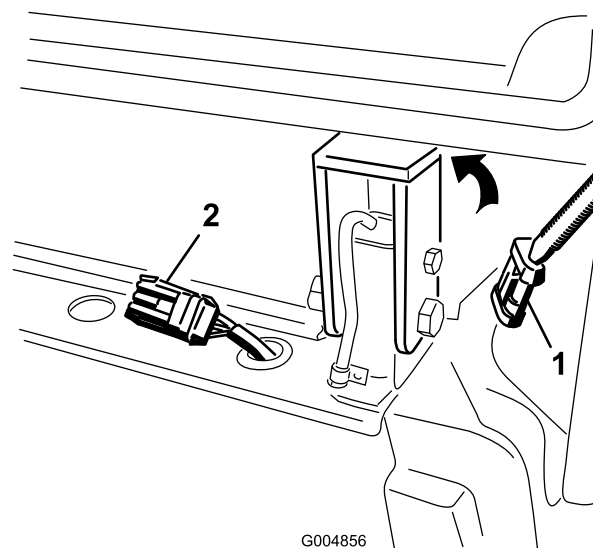

Figure 79
17. Débranchez connecteur du faisceau de la cabine (Figure 79) et fermez le connecteur avec le chapeau.